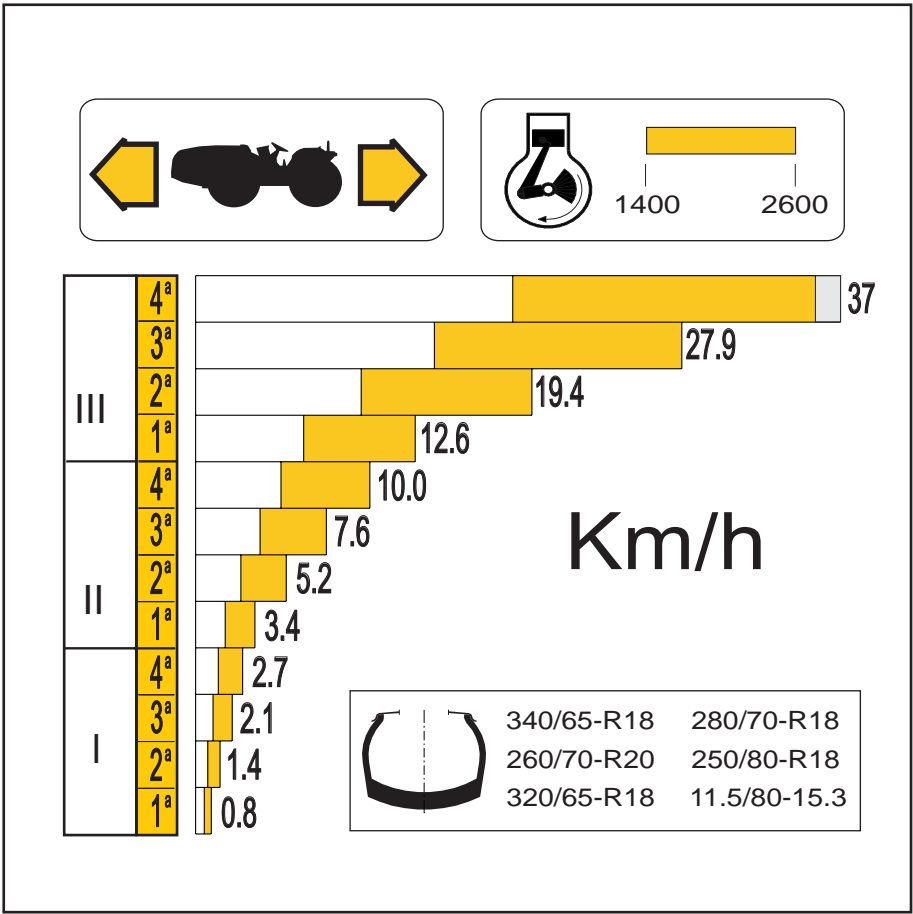

Abb. 5.21
Der Aufkleber (123) auf der rechten Seite direkt unter dem Lenkrad zeigt die perfekte Progression der Schaltstufen ohne Übereinanderlagerung der Geschwindigkeiten sowohl im Vorwärtsgang, als auch im Rückwärtsgang für die angegebenen Reifen und einer zwischen 400 und 600 UpM liegenden Drehzahl (Abb. 5.21 und Abb. 5.22).